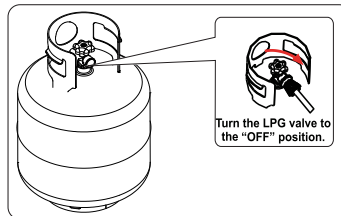

Fig 15
1. Apague el tanque de propano (fig 15)